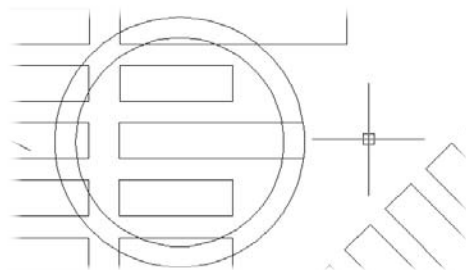

Figure 3.125
3. Après avoir sélectionné et ajusté le rectangle, validez de nouveau (voir Figure 3.125).